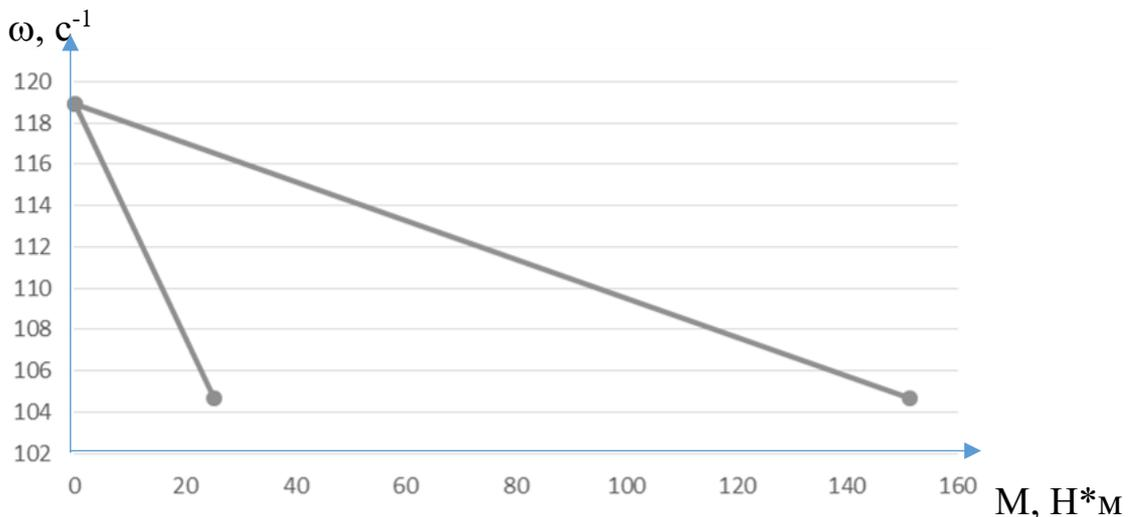

Рисунок 3 – Механические характеристики двигателя постоянного тока независимого возбуждения
- при $\omega = 104,67, M = 1,77 * (118,92 - 104,67) = 25,22$ можно произвести построения (рисунок 3).